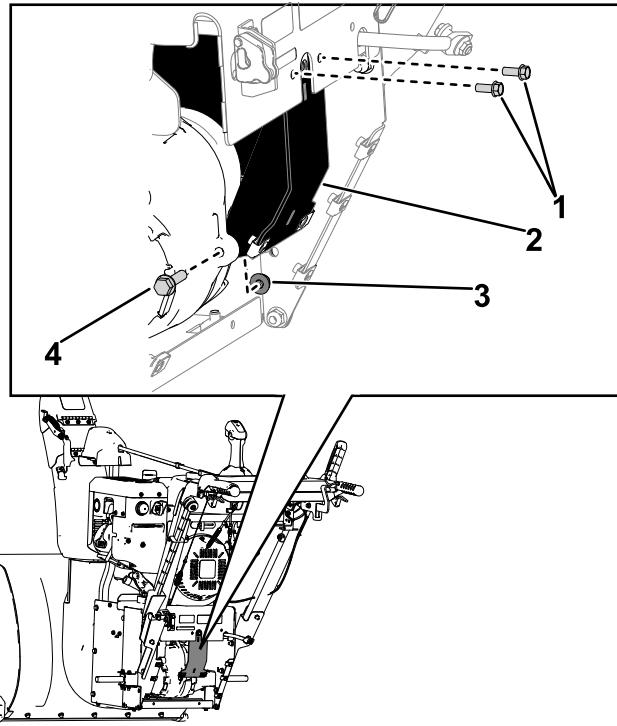

Figura 16
- Fije la parte interior de la sujeción de la transmisión hidrostática a la transmisión hidrostática con el perno que se conservó (5/16" x 1 1/4") y la contratuerca (5/16") (Figura 16).
- Instale los 2 tornillos ($\frac{1}{4}$ " x $\frac{5}{8}$ ") que fijan la sujeción de la transmisión hidrostática a la placa superior (Figura 16).